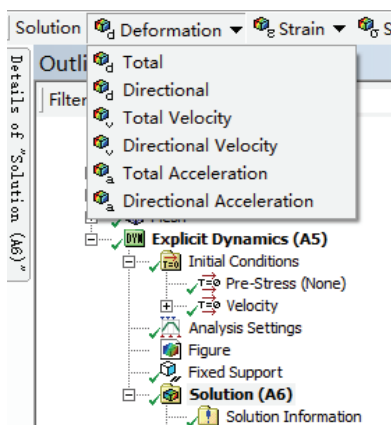

图 15-15 添加变形图
2) 选择 Solution 工具栏中的 Deformation>Directional, 如图 15-15 所示, 此时在树结构图中会出现 Directional Deformation 选项。